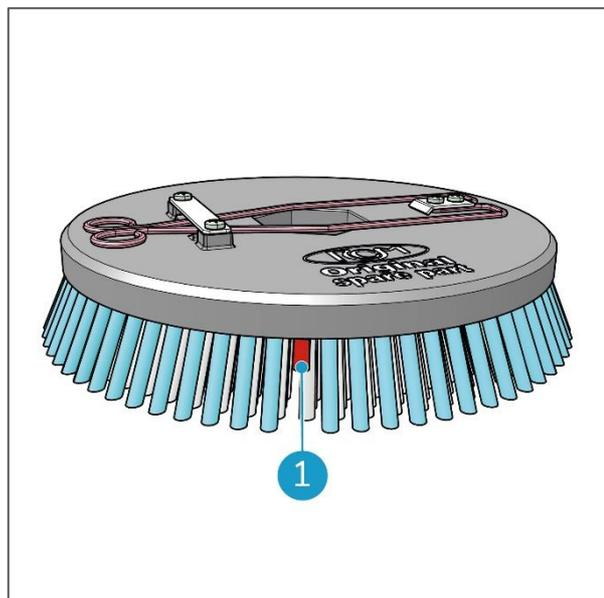

Figure 9
Veillez à vérifier l'état de la brosse circulaire avant utilisation. Vérifiez l'indicateur rouge avant de commencer (Figure 9, pos. 1). Voir la section 7.4.4. Lors du remplacement des brosses circulaires, assurez-vous que la machine est totalement éteinte.